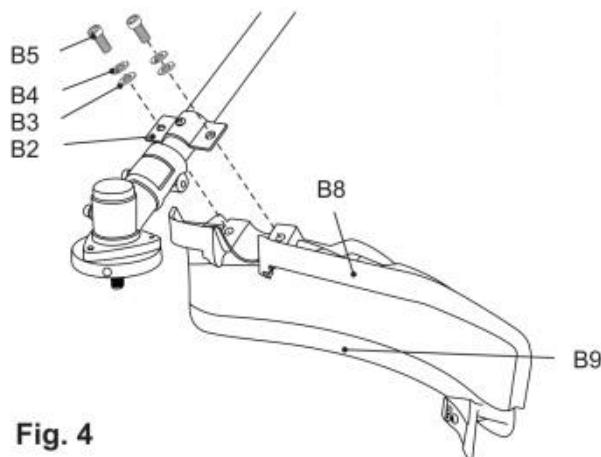

Fig. 4
- 3) Fäst anslutningen med bultar (B5) , fjäderbrickor (B4) och brickor (B3) med hjälp av verktyget (E4) (bild 4).